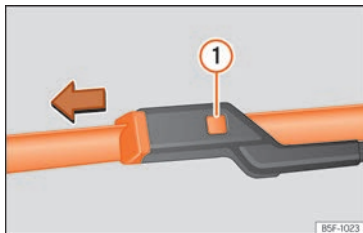

Abb. 153 Scheibenwischerblätter vorne auswechseln.
- Die Entriegelungstaste >>> **Abb. 153** ① gedrückt halten und gleichzeitig das Scheibenwischerblatt vorsichtig in Pfeilrichtung abziehen.